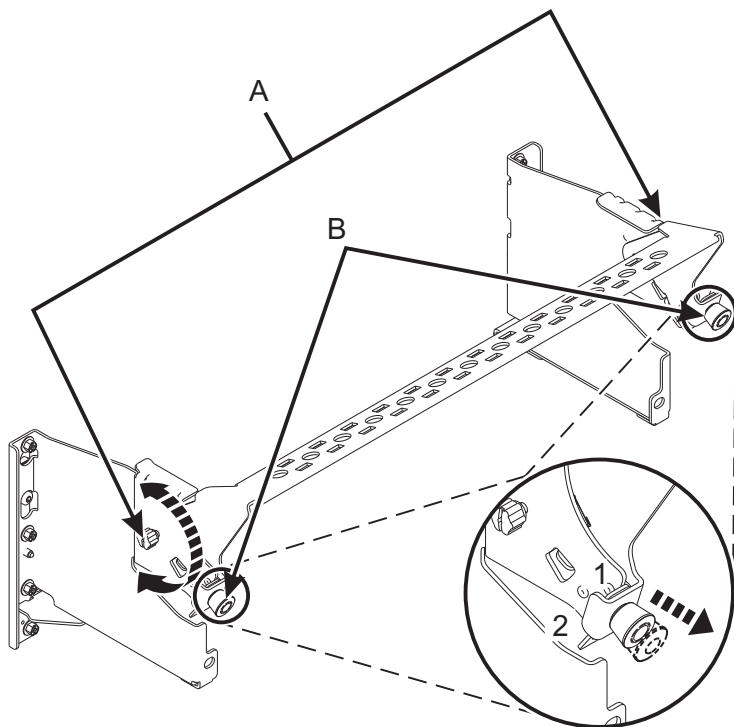

Figura 34. Col·locació de la peça de subjecció portacables en posició de servei
4. Poseu la peça de subjecció portacables a la posició de servei. Consulteu la Figura 34 a la pàgina 34.
- a. Gireu els cargols (A) en el sentit invers a les agulles del rellotge per afloixar la peça de subjecció portacables.
- b. Estireu les brides d'un quart de volta (B) i feu-les girar per desenganxar-les mentre aixequen la peça de subjecció portacables portant-la a una posició elevada.
- c. Gireu les brides d'un quart de volta (B) per enganxar la peça de subjecció de manera que quedi encaixada en la seva posició.